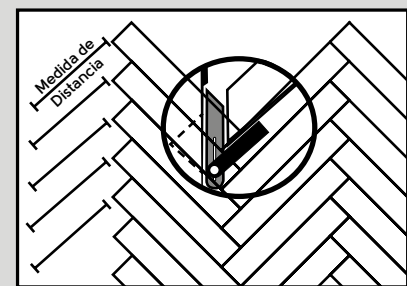

Fig. 9
10. El corte e instalación de los tabloncillos en las paredes debe hacerse de la siguiente manera: Mida y marque los tabloncillos como se muestra en el diagrama. El ángulo para la pared puede determinarse utilizando un buscador de ángulos (véase más abajo) (Fig. 9).